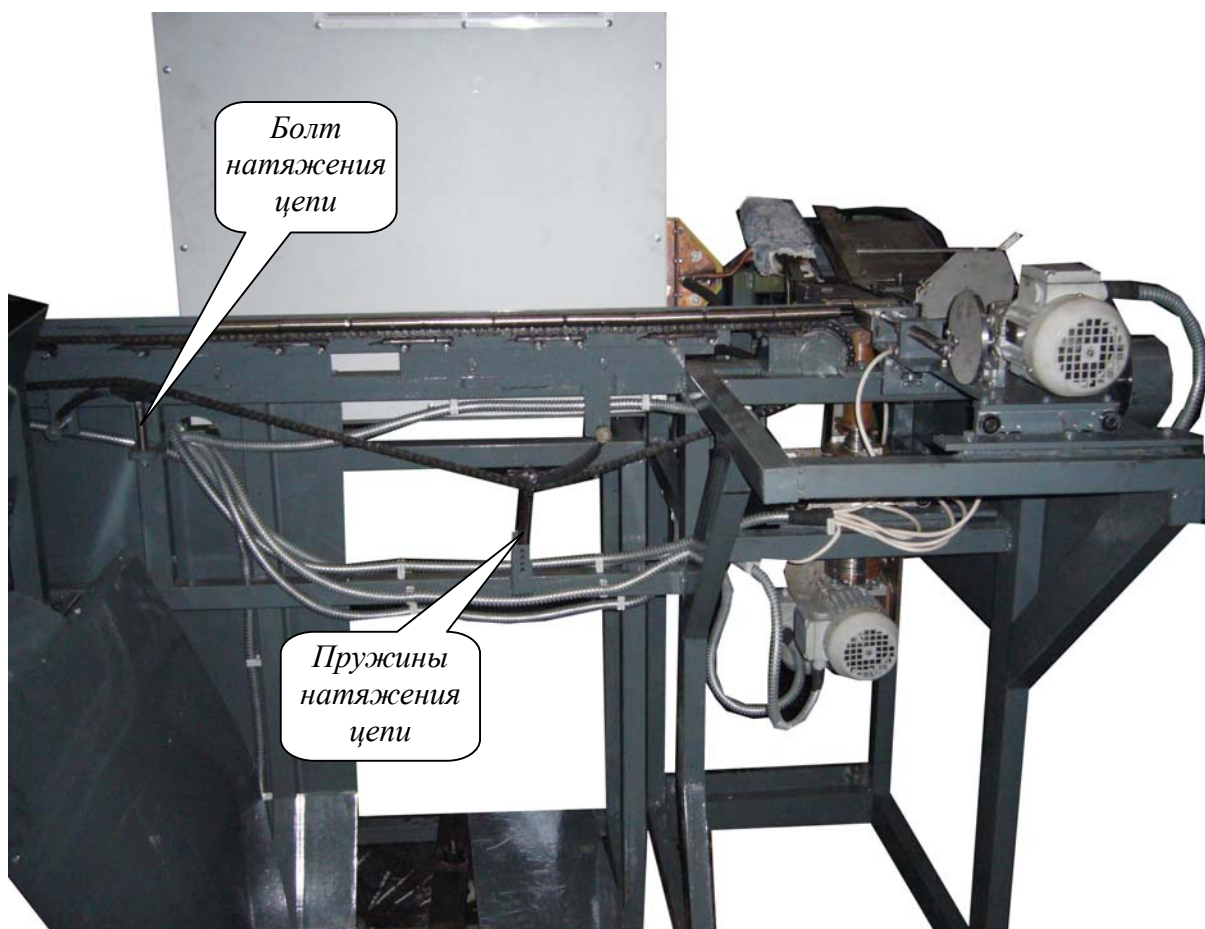

Рисунок 4 – Общий вид цепного механизма подачи заготовок
- 4) Необходимо проверить натяжение цепи и смазать все доступные звенья цепи графитовой смазкой. При ослаблении цепи необходимо произвести натяжку болтом натяжения цепи (рис. 4). Если болт выкручен до конца, то необходимо убрать одно звено цепи.